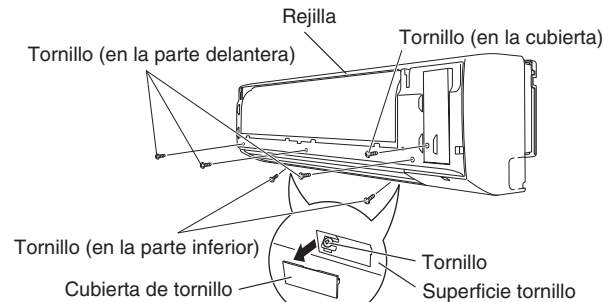

Fig. 3-13
- (3) Quite los tres tornillos que se encuentran en la parte delantera de la unidad y quite las cubiertas de los tornillos que se encuentran en la superficie inferior. A continuación, extraiga los 2 tornillos. (Fig. 3-13)
- (4) Extraiga el tornillo de la placa de la cubierta derecha y quite la cubierta. (Fig. 3-13)